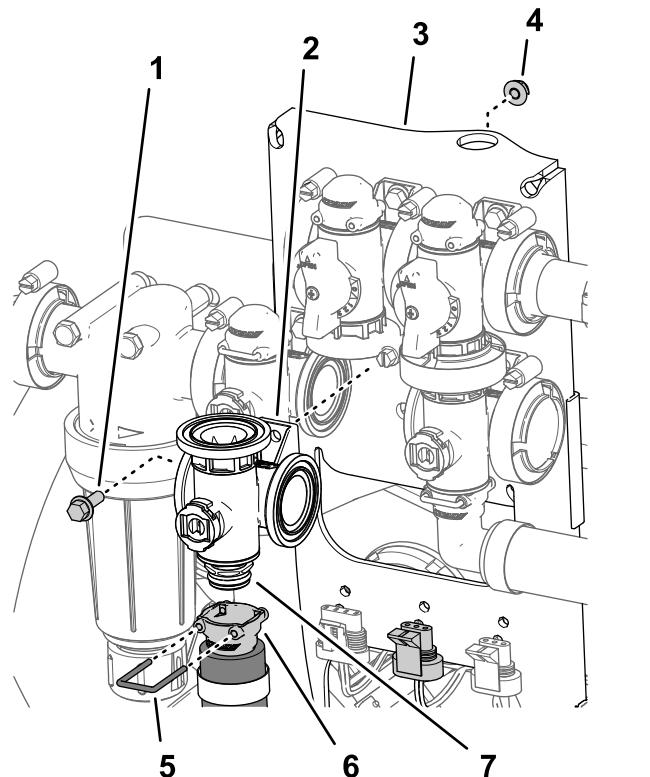

Figure 116
2. Retirez l'étrier qui fixe la douille de raccordement rapide à au raccord rapide du collecteur de la vanne d'agitation (Figure 116).
3. Retirez le boulon à embase ( $\frac{1}{4}$ " x  $\frac{3}{4}$ ") et le contre-écrou à embase ( $\frac{1}{4}$ ") qui fixent la vanne d'agitation au support, puis déposez le collecteur de la machine (Figure 116).